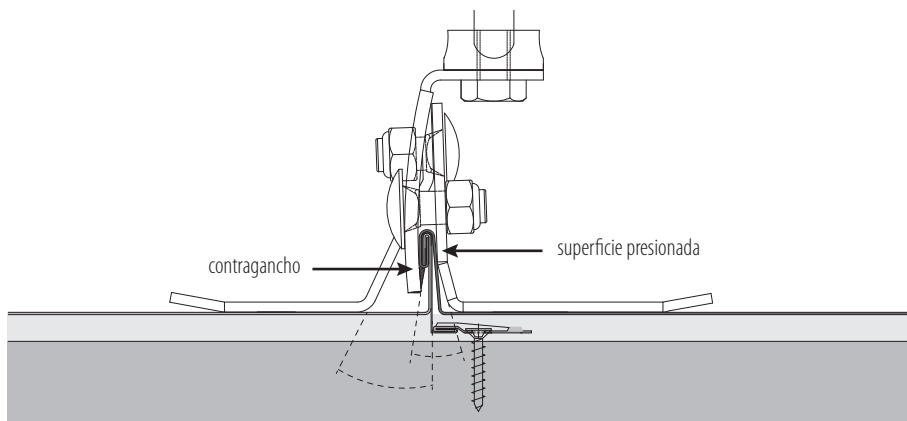

Fig. 1: Abrazadera patentada, para equipos de anclaje
- **IMPORTANTE:** Monte las abrazaderas con la parte de los contragranchos en el lado de engrapado (Fig.1).